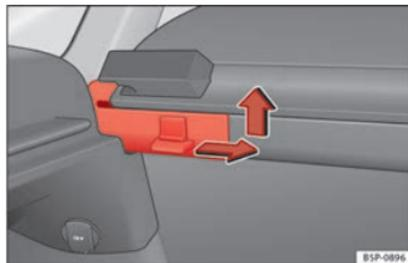

Fig. 106 Smontaggio del pianale portaoggetti.
- Premere la spina laterale nel senso della freccia, sollevare il pianale ed estrarlo » **fig. 106.**